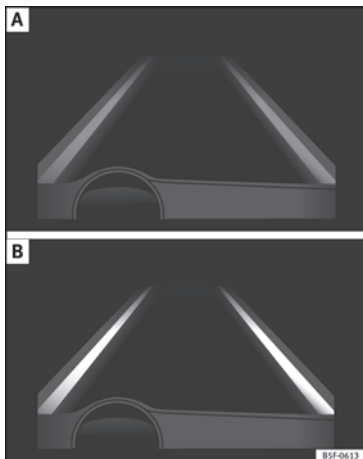

Abb. 191 Im Display des Kombiinstrumentes: Anzeige im Display des Spurhalteassistenten (Beispiel 1).
- System aktiv, aber nicht verfügbar, da die Mindestgeschwindigkeit nicht erreicht ist oder das System die Begrenzungslinien der Fahrspur nicht erkennt » **Abb. 191 A**.
genblick wird die Fahrtrichtung nicht korrigiert » **Abb. 191 B**.